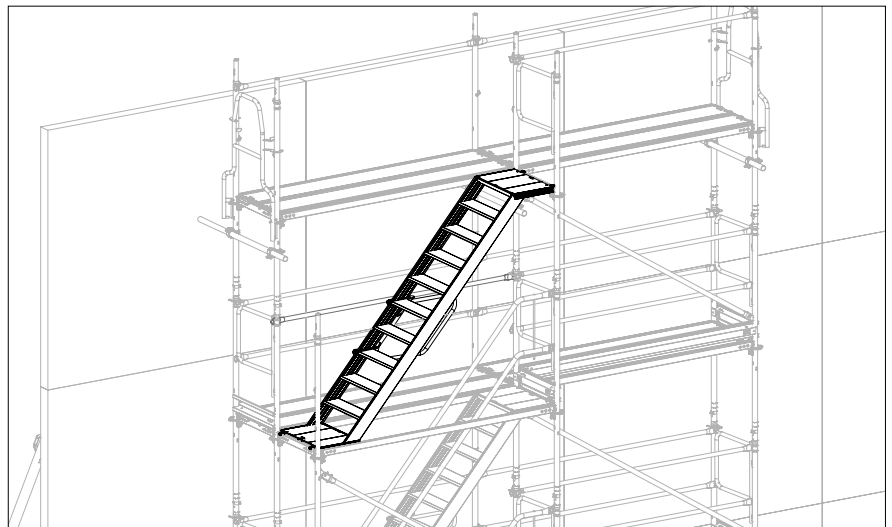

Abb. D1.05
7. Easytreppe EAS (**40**) ausbauen. Abb. D1.05